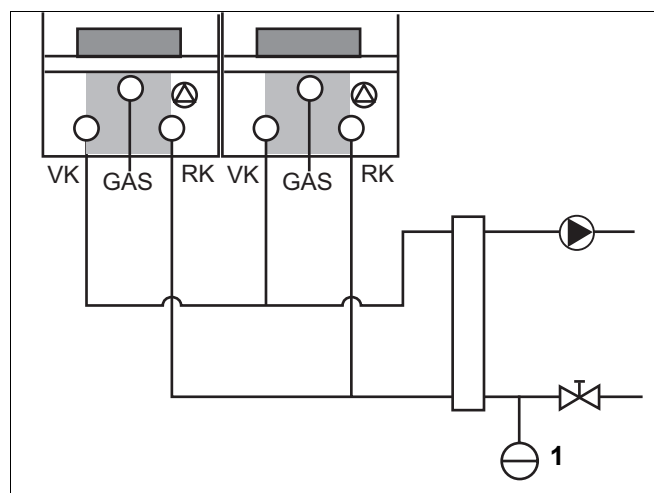

Рис. 15 Подсоединение расширительного бака в каскадной системе
- Установить расширительный бак на обратной линии вторичного контура гидравлического разделителя (рис. 15), чтобы каждый отопительный котел был связан с расширительным баком (рис. 15).